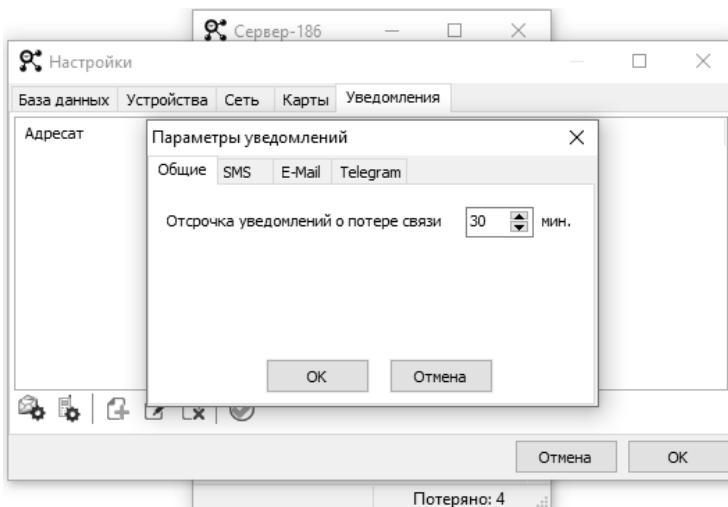

Рисунок 21
– на вкладке "Общие" (рисунок 21) настраивается отсрочка уведомлений о потере связи, чтобы предотвратить поток уведомлений о потере и восстановлении связи с устройством при не устойчивой связи. Минимальное значение отсрочки - 1 минута;